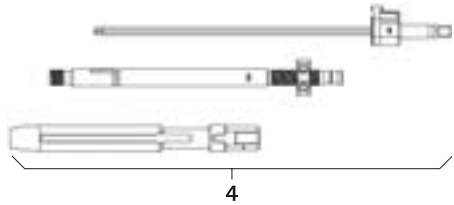

Fig. 6
- Montare la leva da riduzione 4, vedere Fig. 6.